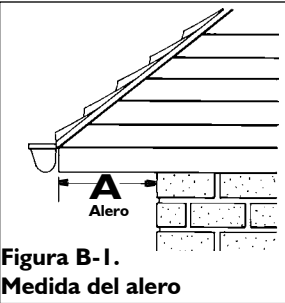

Figura B-1. Medida del alero
PASO 1. Para cada zona de la lista del cuadro B-5, tome las medidas correspondientes (véase las Figura B-1 en la página 67 y B-3 en la página 69) y calcule el largo del cable necesario. Sume la medida de cada una de las “zonas” para determinar el total del largo del cable necesario.